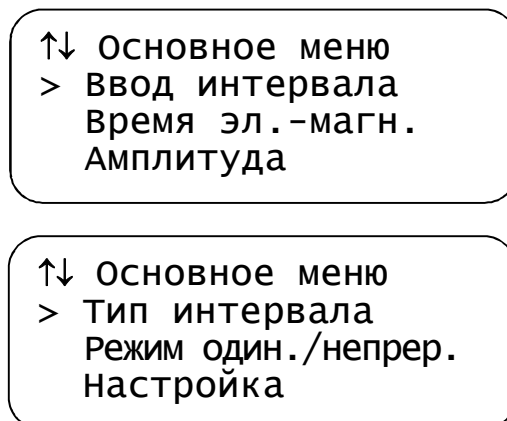

Рис. 8. Основное меню.
2.3.6 В нижней строке выводится подсказка для пользователей как перейти в Основное меню (рис. 8): «Для перехода в меню нажмите кнопку ‘↵’».
Содержание основного меню показано на рис. 8.